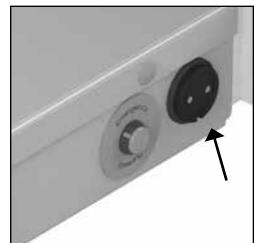

Abbildung 10 Aufladestation.
- Der Aufladepunkt befindet sich in der Mitte des Untergestells (Siehe Abbildung 10).
- Schließen Sie den Lader an die Marina Duschliege an (Siehe Abbildung 10).